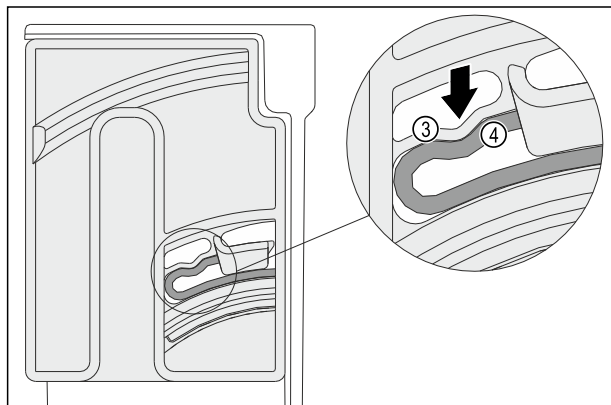

Fig. 153
- Elastičan element Fig. 153 (3) okretno jedinice čujno se ugavljuje u okrugli oblik žlijeba Fig. 153 (4).